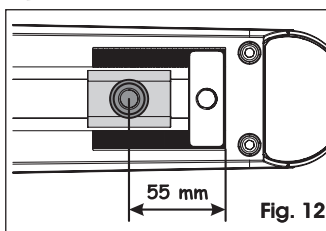
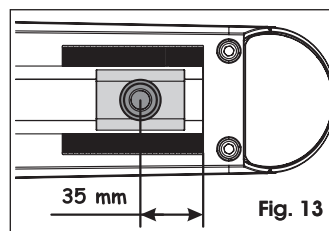

Fig. 12
Fig. 13
4. Vérifier que la patte d'attache antérieure se trouve dans la position indiquée dans la figure 12 (avec l'arrêt mécanique en fermeture) ou dans la figure 13 (sans l'arrêt mécanique en fermeture) Dans le cas contraire, mettre momentanément l'opérateur sous tension pour positionner la patte d'attache.